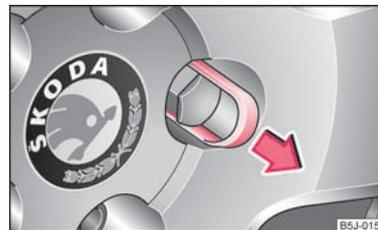

Abb. 136 : Abdeckkappe von der Radschraube abziehen
- Ziehen Sie die Kappe mit der **Kunststoffklammer** ab ⇒ Abb. 136.